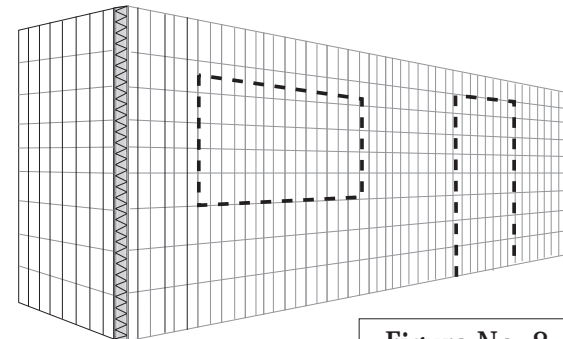

Figura No. 8
2.2 Los vanos para puertas y ventanas deben quedar definidos en esta etapa, marcándolos sobre el panel (Figura No. 8). Proceda luego a cortar la malla y el Monoport.